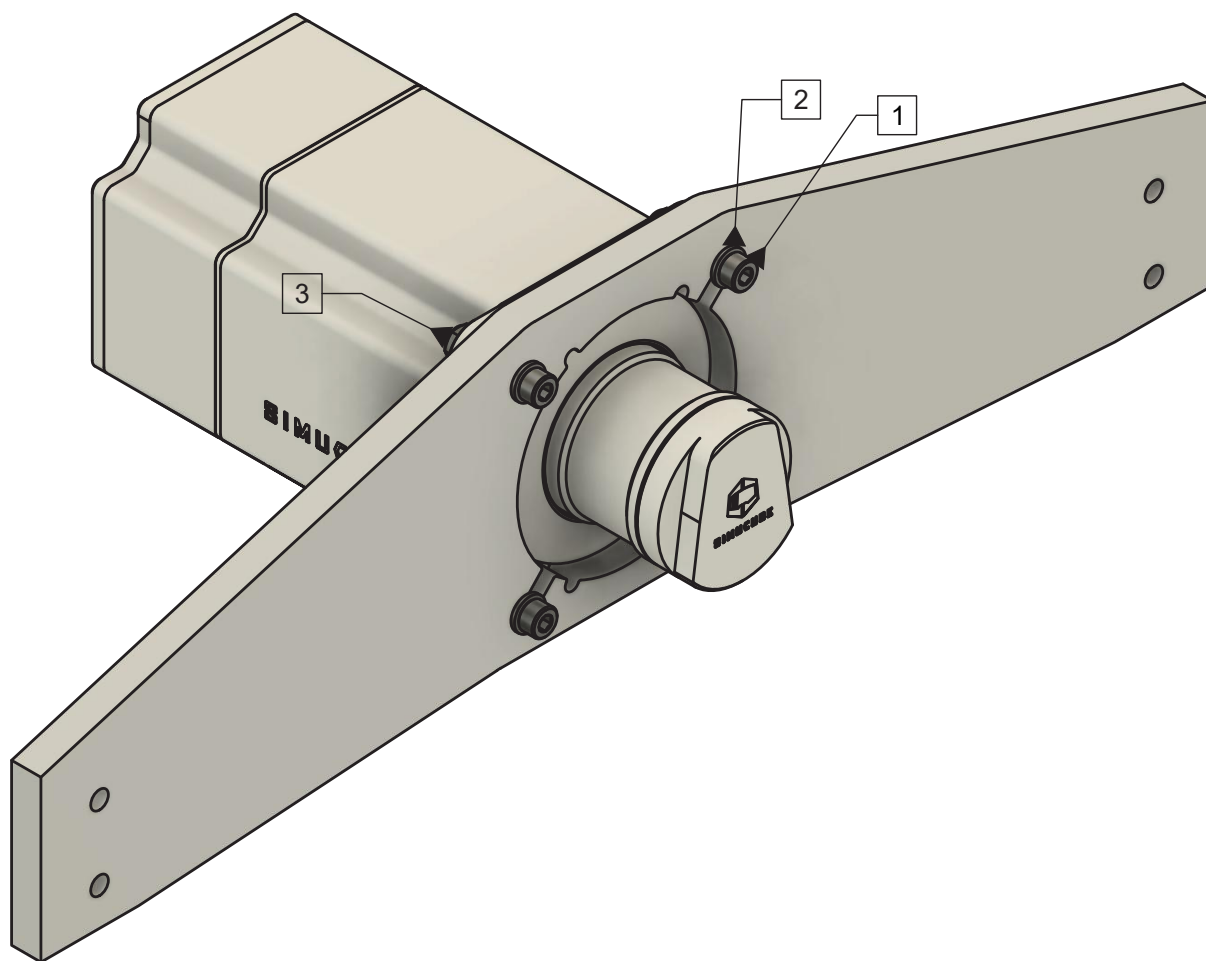

Abb. 4 Simucube 2 Montage auf einer Fronthalterung an Simulatorgeräten.
Simucube 2 kann mithilfe einer Fronthalterung montiert werden, wie sie bei vielen Simulatorgeräten (siehe Abbildung 4) vorhanden ist.
Montieren Sie Simucube 2 wie in der Abbildung 4 gezeigt. Die Modelle Sport und Pro werden mit 30 mm M8 Schrauben mit 1,25 mm Gewindesteigung (1) und M8 Unterlegscheiben (2) montiert. Simucube 2 Ultimate wird mit 40 mm M8 Schrauben (1), M8 Unterlegscheiben (2) und M8 Sicherungsmuttern (3) durch den Motorflansch montiert.